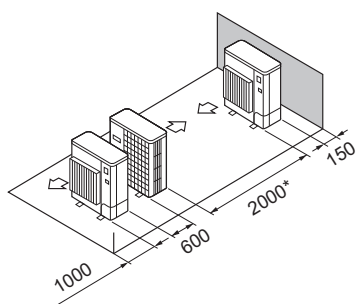

Fig. 2-17
- (5) Disposição de uma unidade em paralelo (Fig. 2-17)
(5) Disposição de uma unidade em paralelo (Fig. 2-17)